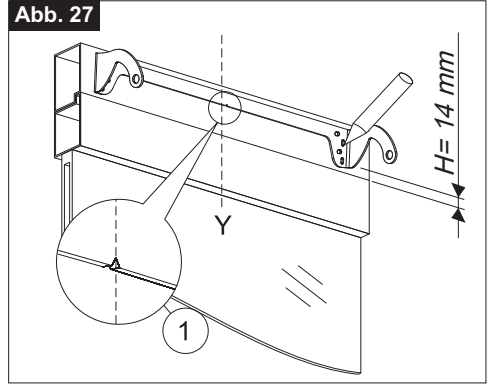

Abb. 28
- 4) **Abb. 28/29-** Mit einer dazu geeigneten Bohrmaschine vier Löcher auf den Rahmen ausführen und den Bügel mit den zweckmäßigen Schrauben befestigen.